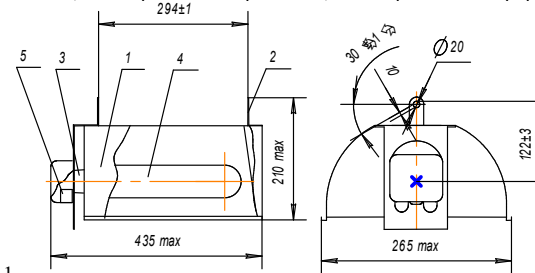

Рис. 1
- 1.1 Светильник ЖСП44-600-002У5 (рис.1) предназначен для освещения растений в вегетационно-климатических сооружениях.